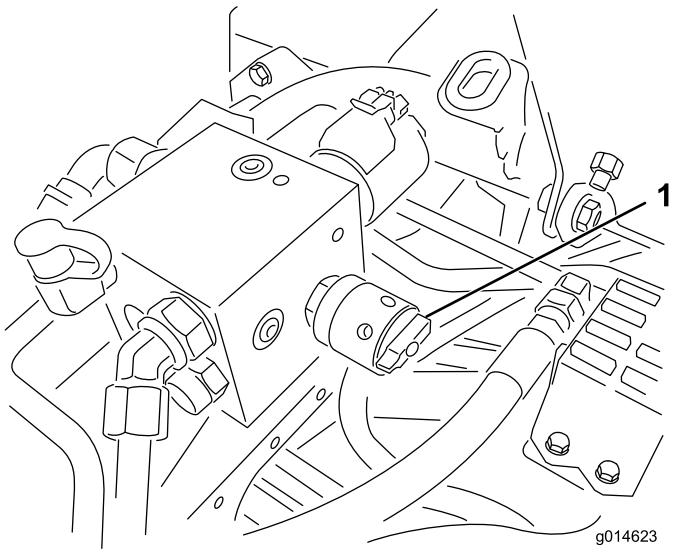

Bild 50
- Drehen Sie zum Einstellen der Spindeldrehzahl das Handrad (Bild 50), bis die Anzeigepfeile auf die Nummer zeigen, die der gewünschten Einstellung entspricht, die Sie in Schritt 3 ermittelt haben.